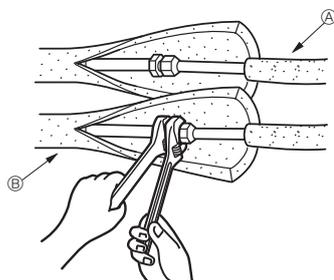

Fig. 4-3
4.4. De koelstofpijpen aansluiten (Fig. 4-3)